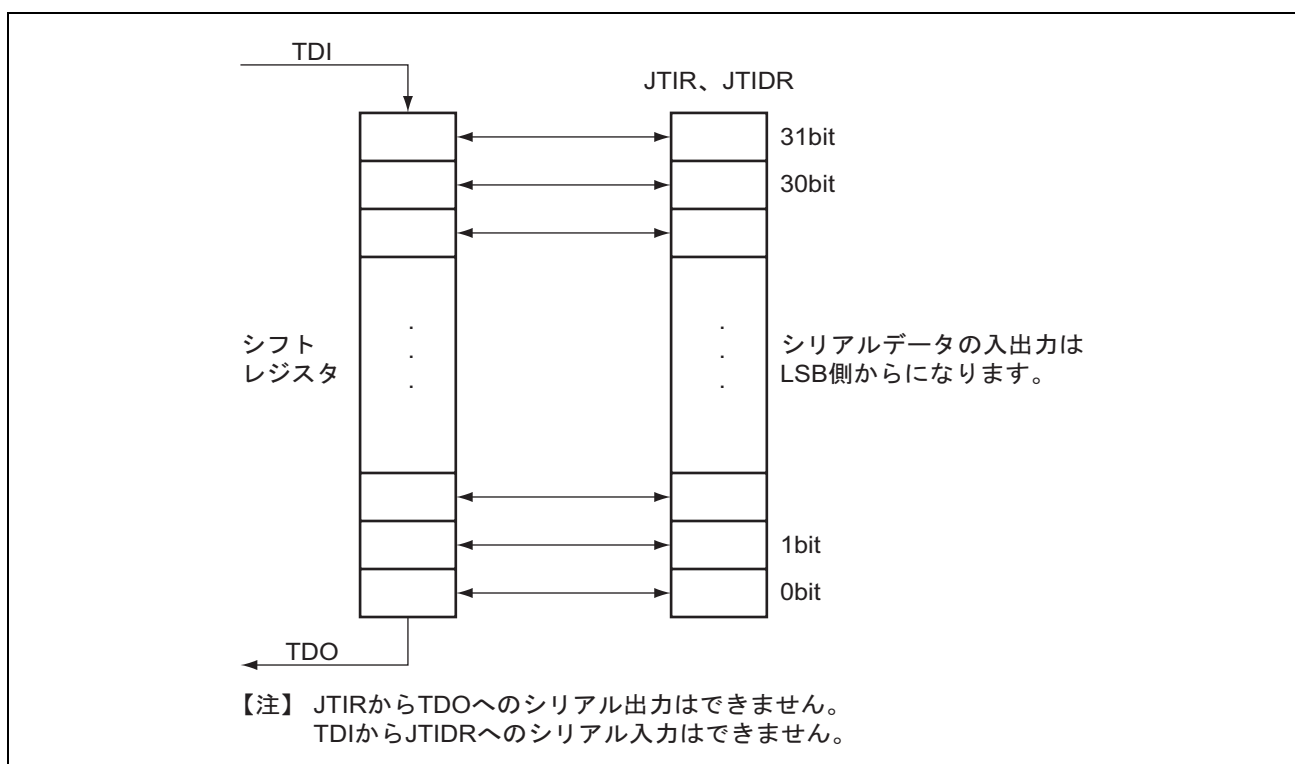

図 26.3 シリアルデータ入出力
1. シリアル転送時、データの入出力はLSB側からとなります。図26.3に示します。